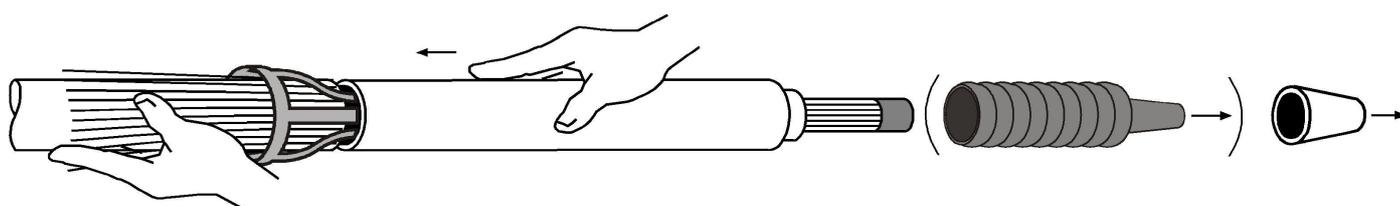

FIGURA 5
5 – Empurrar o CORPO ISOLANTE (8) para a posição de descanso (até o encosto) como indicado na FIGURA 5 retirando-se os CONES DE MONTAGEM (11), (12) (13) em seguida.